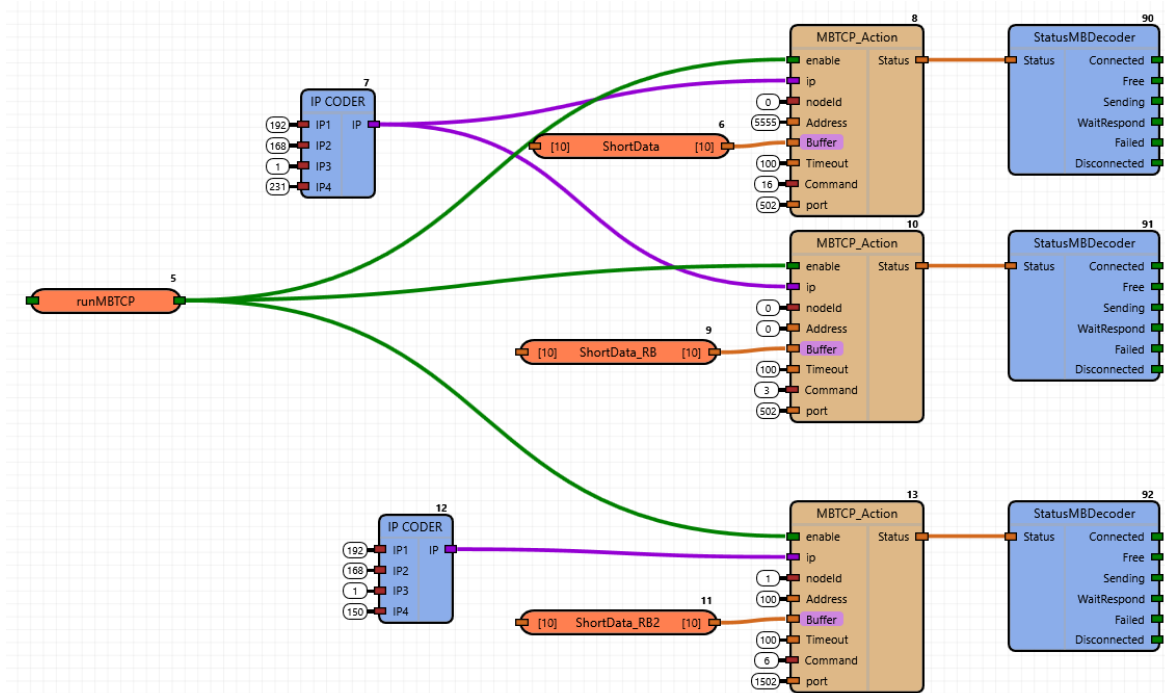

Рисунок 20. Работа с Modbus TCP Master
На примере (**Рис. 20**) показана программа инициализации и контроля обмена по протоколу Modbus TCP Master.
После старта потока контроллер пытается установить TCP соединение (2) с удаленным устройством. Затем начинается отправка команд (3) чтения/записи данных. Для каждой из команд можно установить свое время ожидания отклика (4). Как только отклик получен для отработанной команды выставляет значение статусного регистра (выход блоков 8, 10, 13, Рис. 20) и программа переходит к отправке следующего запроса (5).
При необходимости исполнение той или иной команды может быть остановлено, см. входы «Enable» блоков 8, 10, 13, Рис. 20.